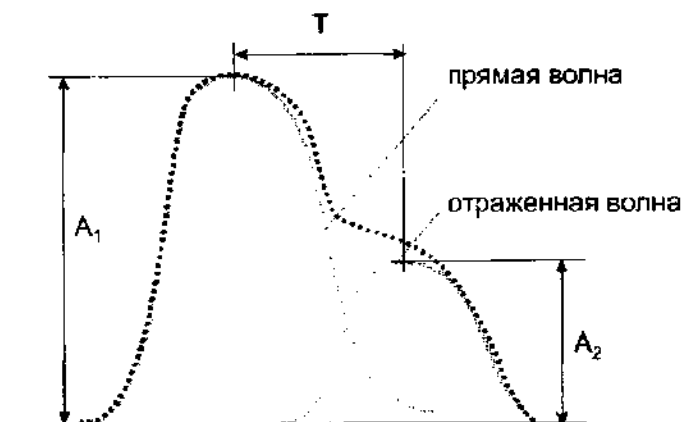

Рисунок 1 - Основные параметры фотоплетизмограммы
- вычисление диагностических показателей (см. рисунок 1):